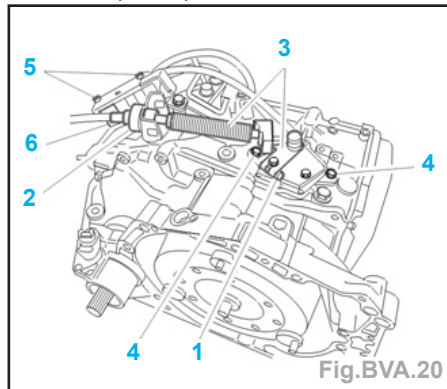

Fig.BVA.20
- Déposer (Fig.BVA.20) :
- le boulon (1),
- l'agrafe (2),
- l'ensemble (3),